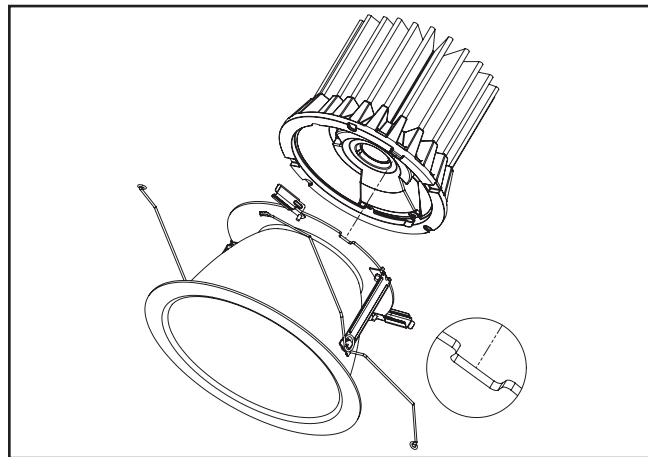

Figure 10.
2. Insérez le moteurgénérateur de lumière lumineux à DEL sur dans l'ensemble assemblage de la garniture. Alignez la tige sur le du moteurgénérateur de lumière à DEL sur la fente l'assemblage de la garniture. (Figure 10).